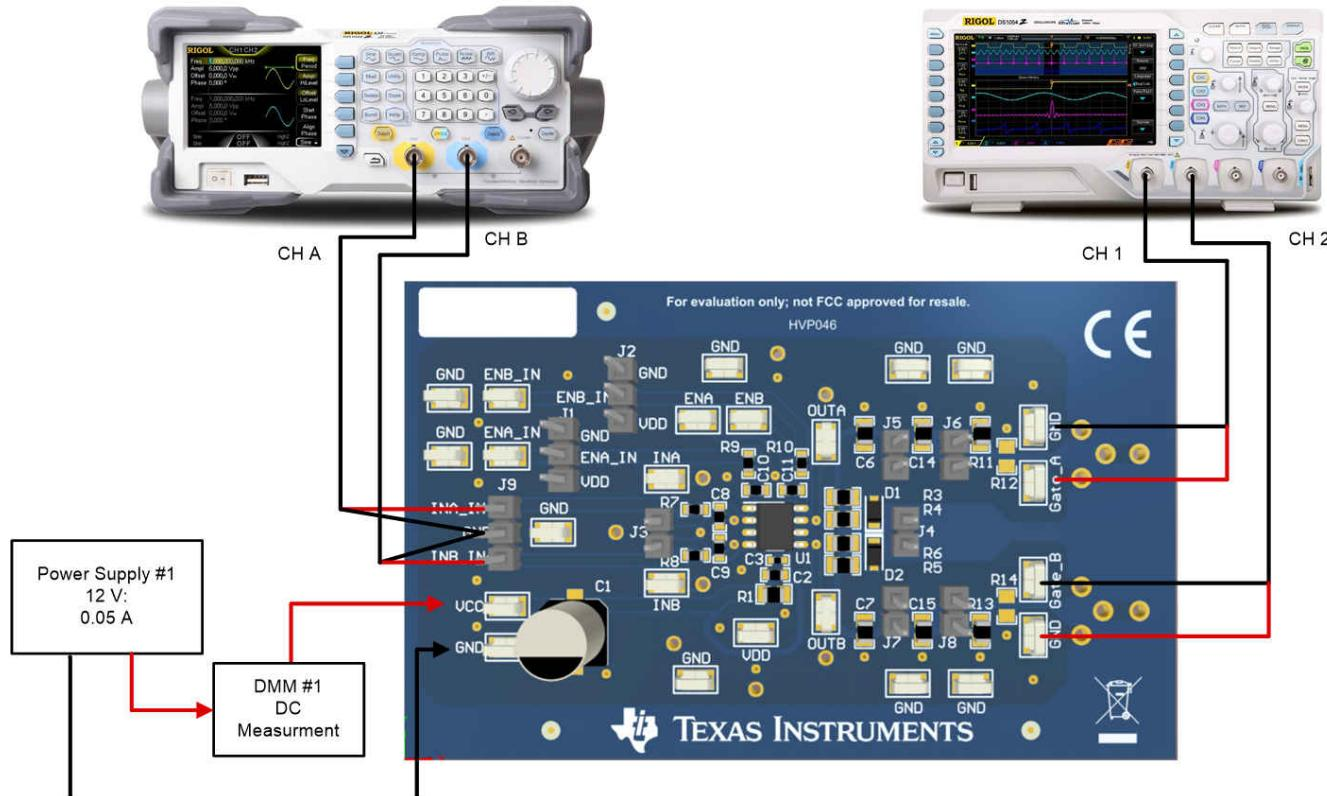

图 4-1. 工作台设置图和配置
该过程详细说明了如何配置 UCC27624EVM 评估板。该测试过程中遵循了以下命名约定。有关详细信息，请参阅 UCC27624EVM 工作台设置图和配置（图 4-1）。
使用以下连接过程，请参阅图 4-1。
- 函数发生器 Ch-A 通道应用于 INA\_IN+ 上，如图 4-1 所示。
- 函数发生器 Ch-B 通道应用于 INB\_IN- 上，如图 4-1 所示。
- 电源 #1：正节点连接至 DMM #1 的输入，DMM #1 的输出连接至标有 VCC 的测试点，电源 #1 的负节点直接连接至标有 GND 的测试点；如图 4-1 所示。
- 将示波器 Ch-1 探头连接到标记为 Gate\_A 的测试点，优选较小的测量环路；如图 4-1 所示。
- 将示波器 Ch-2 探头连接到标记为 Gate\_B 的测试点，优选较小的测量环路；如图 4-1 所示。
1. 在开始上电测试过程之前，请验证图 4-1 中的连接。